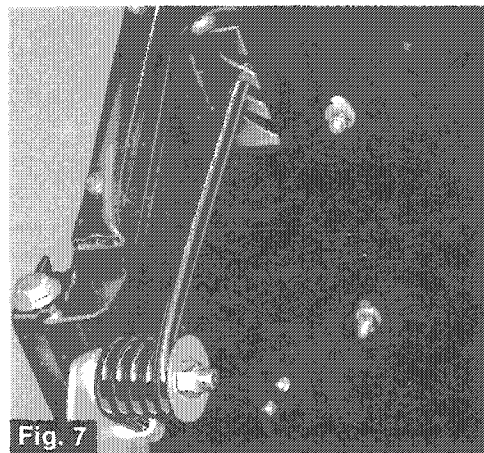

Fig. 7
Une des nouvelles caractéristiques de votre auto-neige Ski-Doo est la facilité avec laquelle vous pouvez ajuster la tension de la chenille. Une plaque à encoches retient l'extrémité de chacun des 2 ressorts de tension de la chenille. La tension se règle en déplaçant également les (2) ressorts dans l'une des (3) encoches des deux plaques (fig. 7).
Pour vous permettre de régler facilement la tension de votre chenille, pour toutes les conditions de neige, l'extrémité des ressorts de suspension arrière est maintenue par une plaque à 3 encoches (Fig. 7). Voir les détails à Conseils de conduite, page 10.